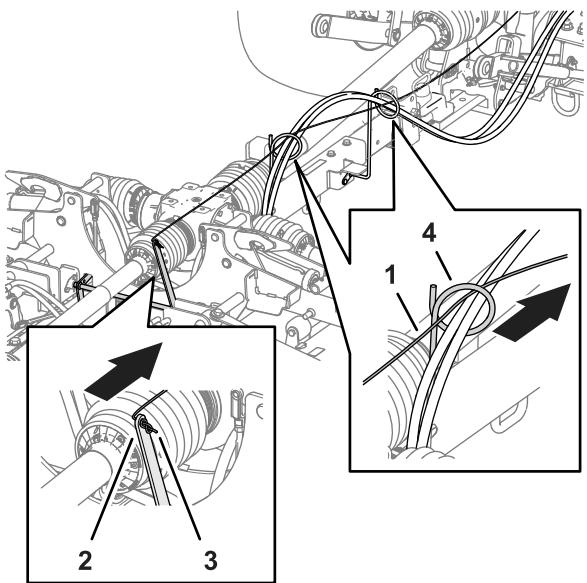

Figura 12
2. Enrute el extremo libre de la cuerda de bloqueo de las carcasas desde la palanca de bloqueo a través de las 2 guías de mangueras (Figura 12).